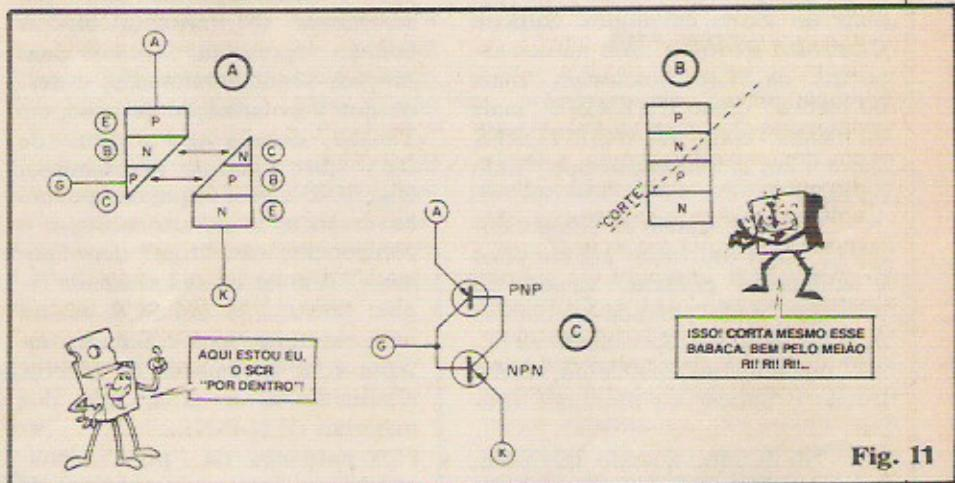

Fig. 11
- FIG. 11 - O SCR "por dentro" e por que ele funciona... Ser fizermos um "corte" hipotético, em diagonal, na "pilha" de materiais semicondutores P-N-P-N, no sentido ilustrado em 11-A e 11-B, teremos em cada "fatia" do hipotético corte, o equivalente semicondutor de um transistör PNP e um transistör NPN, cada um com seu "emissor, coletor e base"... Agora observem bem o diagrama 11-A: a "base" do "transistör PNP" encontra-se intrinsecamente ligada ao "coletor" do "transistör NPN", enquanto que a "base" do "transistör NPN" acha-se ligada diretamente ao "coletor" do "transistör PNP"! Podemos, a nível simbólico, re-esquematizar o conjunto conforme mostra o diagrama 11-C, que mostra o "círcuito equivalente" a um SCR, como se este fosse realmente formado por dois transistöres bipolares, um PNP e um NPN... Observem com atenção, que o **anodo** (A) do SCR, no caso, corresponderia ao "emissor do transistör PNP", o **catodo** (K) do SCR seria o "emissor do transistör NPN" e o **gate** (G) do SCR corresponderia à ligação do "coletor do PNP com a base do NPN"... Vamos, então, supor que o ponto A está ligado a uma polarização positiva, e o ponto K a uma polarização negativa... Aplicando-se ao terminal de controle G um pulso positivo (sob tensão maior do que 0,6V, para poder "vencer" a barreira de potencial natural da junção PN...), o "transistör NPN" entraria em condução, com o que seu "coletor" forneceria suficiente corrente de "base" (polarizando negativamente...) ao "transistör PNP"... Este, devidamente excitado, entraria também em con-